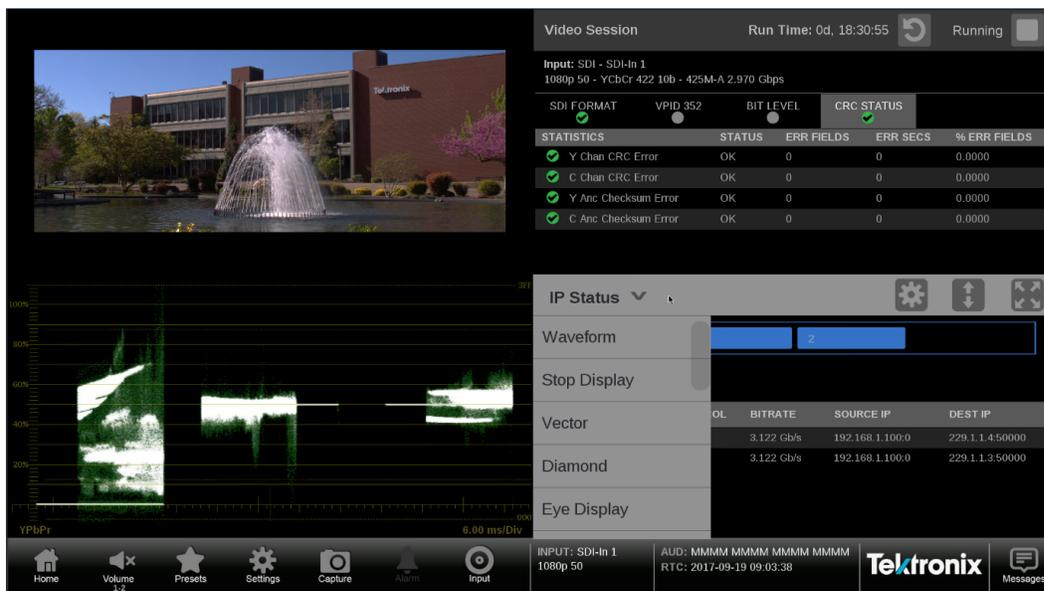

Рис. 7: Дисплей PRISM в мозаичном режиме на четыре окна
2. При необходимости коснитесь символа меню «стрелка вниз» для вывода списка доступных приложений. (См. рис. 7.)